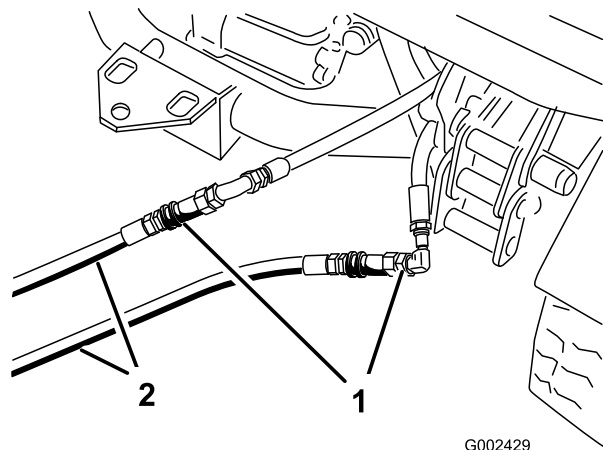

Figura 74
3. La maina dezactivată, conectați cele 2 furtunuri jumper la furtunurile care au fost deconectate (Figura 74).